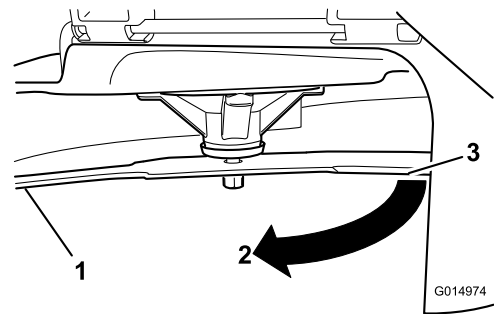

Figura 77
3. Distanța măsurată dintre lamă și suprafață (A)
4. Rotiți aceeași lamă la 180 de grade, astfel încât marginea de tăiere opusă să se afle acum în aceeași poziție (Figura 77).